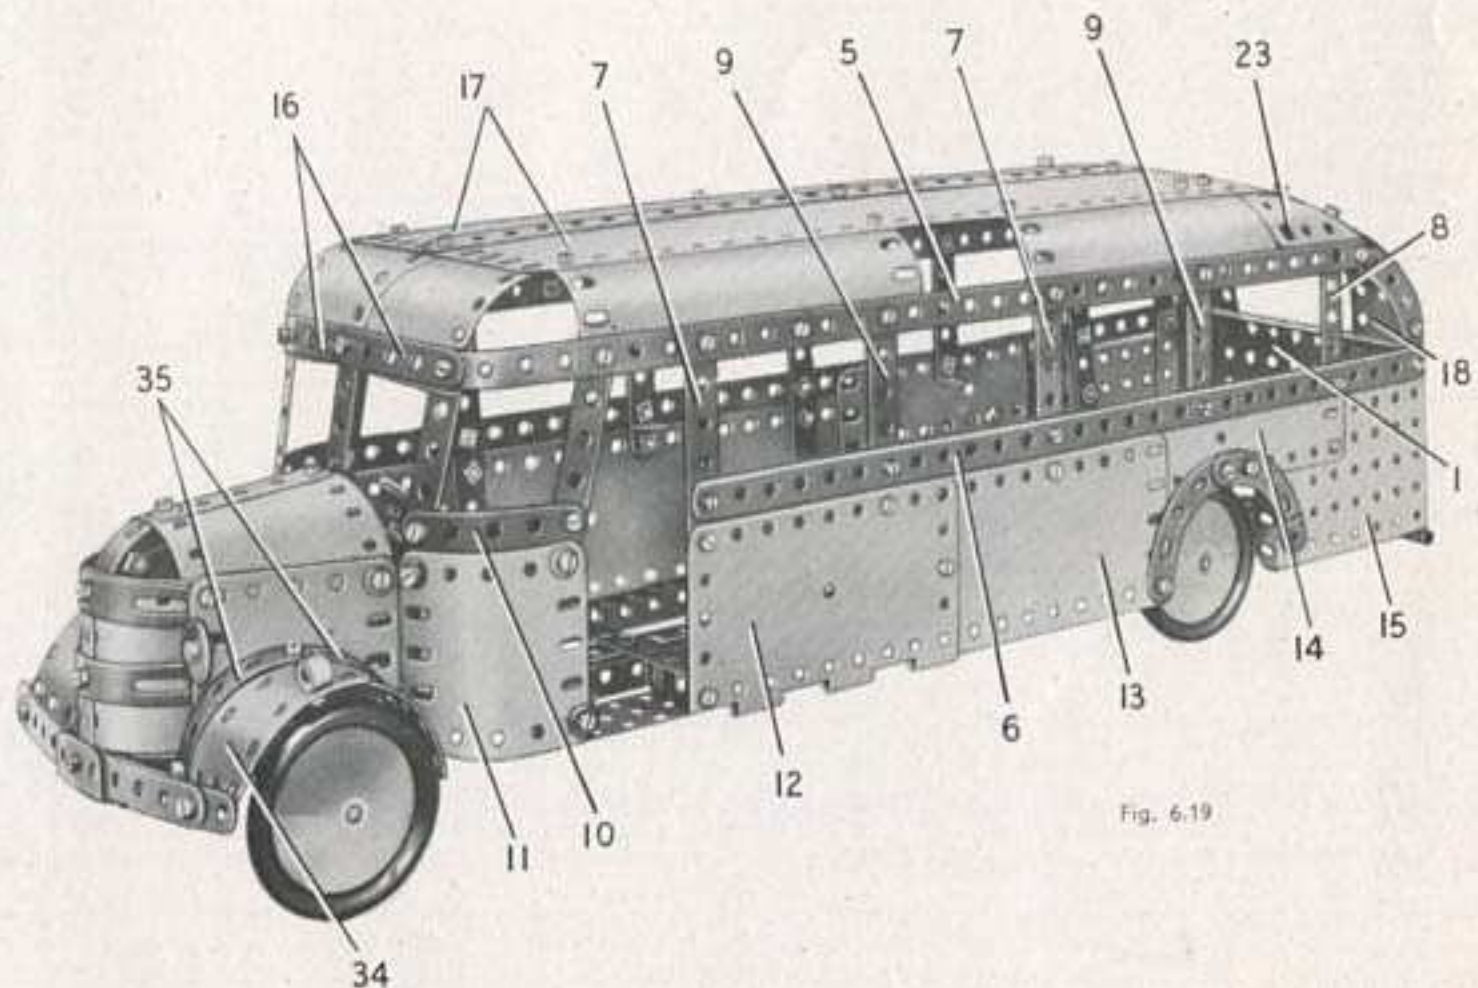

Fig. 6.19
La partie gauche de la carrosserie (fig. 6.19) est montée sur deux bandes (5) et (6). La bande (5) est formée par une bande de 25 trous et une de 11 trous qui se recouvrent sur 3 trous. La bande (6) est formée par une bande de 25 trous et une de 11 trous qui se recouvrent sur 7 trous. Les bandes (5) et (6) sont réunies par deux bandes de 11 trous (7), une bande coudée de 90 x 12 mm. (8) et deux bandes coudées de 60 x 12 mm. (9). Une bande de 5 trous (10) légèrement incurvée est réunie à la bande (5) par une bande de 7 trous et une de 6 trous. Le côté est recouvert par une plaque cintrée de 43 mm. de rayon (11), une moitié de plaque à charnières (12), une plaque flexible de 11,5 x 6 cm. (13), une plaque flexible de 14 x 4 cm. (14) et une plaque à rebords de 9 x 6 cm. (15). La plaque cintrée (11) est boulonnée aux extrémités des bandes de 7 et de 6 trous et la plaque à rebords (15) est fixée sur la plaque (1). Les autres plaques sont fixées sur les bandes (7) et (8). Le garde-boue arrière est représenté par deux bandes incurvées épaulées. L'autre côté de l'autocar se construit de façon identique, mais la bande (6) est formée d'une bande de 25 trous et d'une de 11 trous qui se recouvrent sur 3 trous. Cette bande est boulonnée à l'avant sur une bande de 5 trous qui correspond à la bande (10). L'espace correspondant à l'entrée est recouvert par deux plaques flexibles triangulaires de 6 x 6 cm. boulonnées ensemble, de façon à former une plaque de 6 x 6 cm.
La partie arrière du toit est formée de plaques flexibles de 14×4 cm, (18) qui recouvrent la plaque à rebords (1) sur 4 trous. Les extrémités supérieures de ces plaques flexibles sont réunies aux plaques-bandes (17) par deux plaques flexibles de 6×4 cm, (19). L'espace compris entre les plaques (19) est recouvert par deux plaques flexibles de 6×4 cm, (20). Deux bandes de 25 trous qui se recouvrent sur 15 trous sont boulonnées au centre du toit, et leur extrémité est fixée sur une bande de 7 trous (21). La bande (21) est coincée de chaque côté sur les plaques flexibles (18) par un support plat (22) boulonné sur la bande. Une plaque flexible triangulaire de 6×4 cm, (23) est fixée de chaque côté comme le montre la figure 6.19.